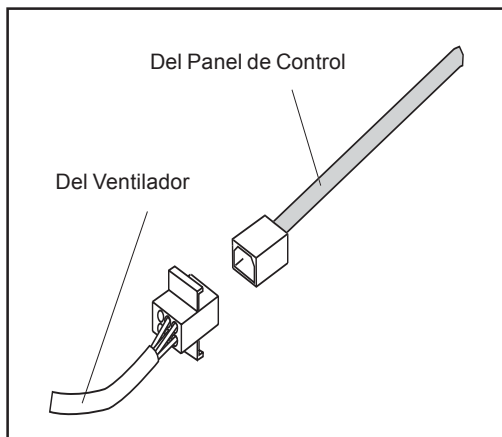

Figura 13
2. Enchufe el conector molex VTN1000Q al conector presente adentro de la campana como se indica en la Figura 13.